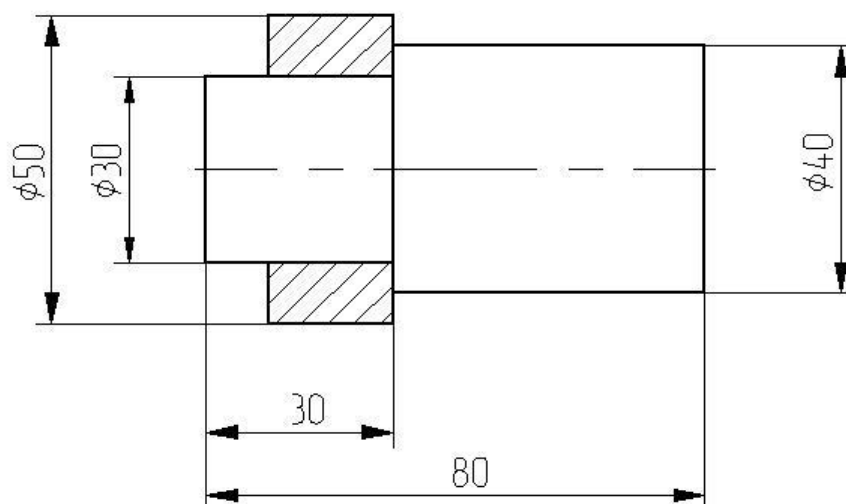
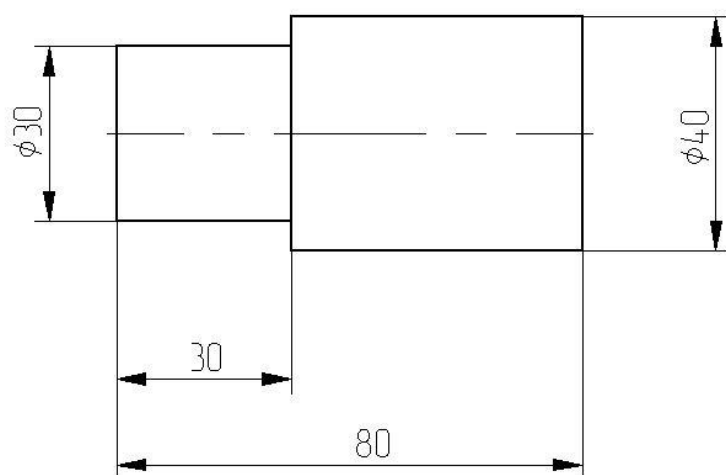

Рис. 3.1. Сборочный чертеж.
Рис. 3.2. Деталь №1 - «Вал».
Создание простейшего сборочного чертежа разберем на примере сборки показанной на рис. 3.1. Процесс построения сборочного чертежа может быть разбит на следующие этапы: 1) создание параметрических чертежей всех деталей входящих в состав сборки; 2) объединение построенных чертежей в один - сборочный; 3) оформление сборочного чертежа в соответствии с требованиями ЕСКД.
1. Создать параметрические чертежи всех деталей, входящих в сборку, показанную на рис. 3.1. В данном случае необходимо построить два параметрических чертежа в соответствии с количеством деталей включенных в сборочную единицу (см. рис. 3.1). Указанные детали приведены на рис. 3.2 и 3.3. Для построения параметрического чертежа необходимо воспользоваться рекомендациями, приведенными в лабораторной работе №1 настоящих методических указаний. Следует отметить, что в параметры соответствующие посадочному диаметру, т.е. размеру «20» (см. рис. 3.2, 3.3) должны быть помечены как «Внешние», что необходимо для их связывания при вставке в сборочный чертеж. Размерные линии следует расположить на дополнительном слое «Размеры». Для этого применим команду «Настройка|Слои...» и в появившемся окне (рис. 3.4) добавим новый слой (кнопка «Новый») с указанным именем. Данный слой должен быть невидимым при вставке в сборку.
6. Нанести на полученный сборочный чертеж размерные линии в соответствии с рис. 3.1.